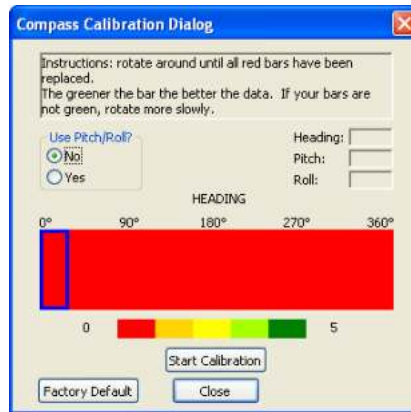

Figura 15. Pantalla de calibración de RiverPro / RioPro Compass
- Haga clic en **No** si RiverPro / RioPro no está sujeto a tono y rollo (es decir, agua tranquila) (vea la Figura 15). Esta calibración requiere dos rotaciones (una para la calibración y otra para la verificación).